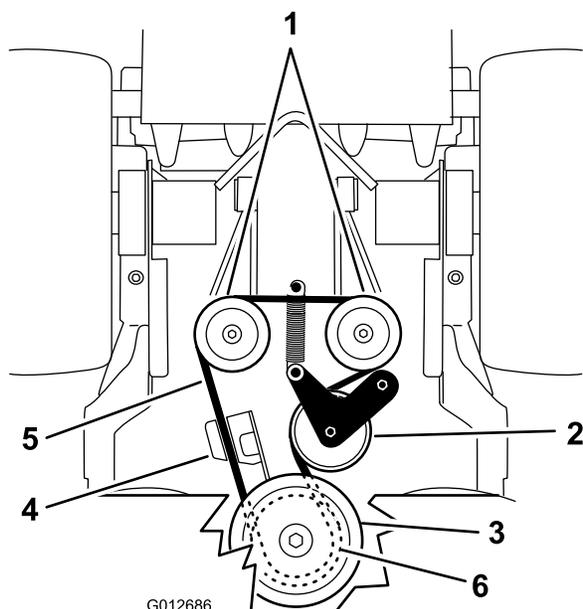

図 68
5. アイドラ・スプリングをフレームから外す（図 68）。
7. アイドラ・スプリングをフレームに取り付ける（図 68）。